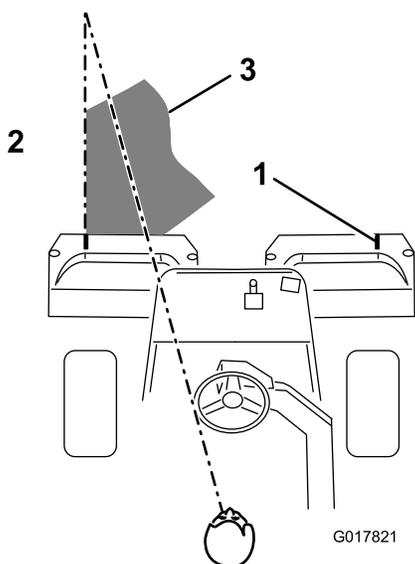

図 40
3. 行きと帰りでのオーバーラップができるだけ小さくなるように運転します。グリーン内をぶれずにきれいに直進し、刈り込みの済んだ列との距離を一定に保って走るためには、車体前方 1.8 から 3 m のところに視線を置いて、刈り込み済みの済んでいる列にラインを合わせるようにするのがコツです図 40。ハンドルを目印にして距離を合わせても良いでしょう。その場合、ハンドルの縁と本機前方の目標ラインとを重ねて見ながら運転します(図 40)。